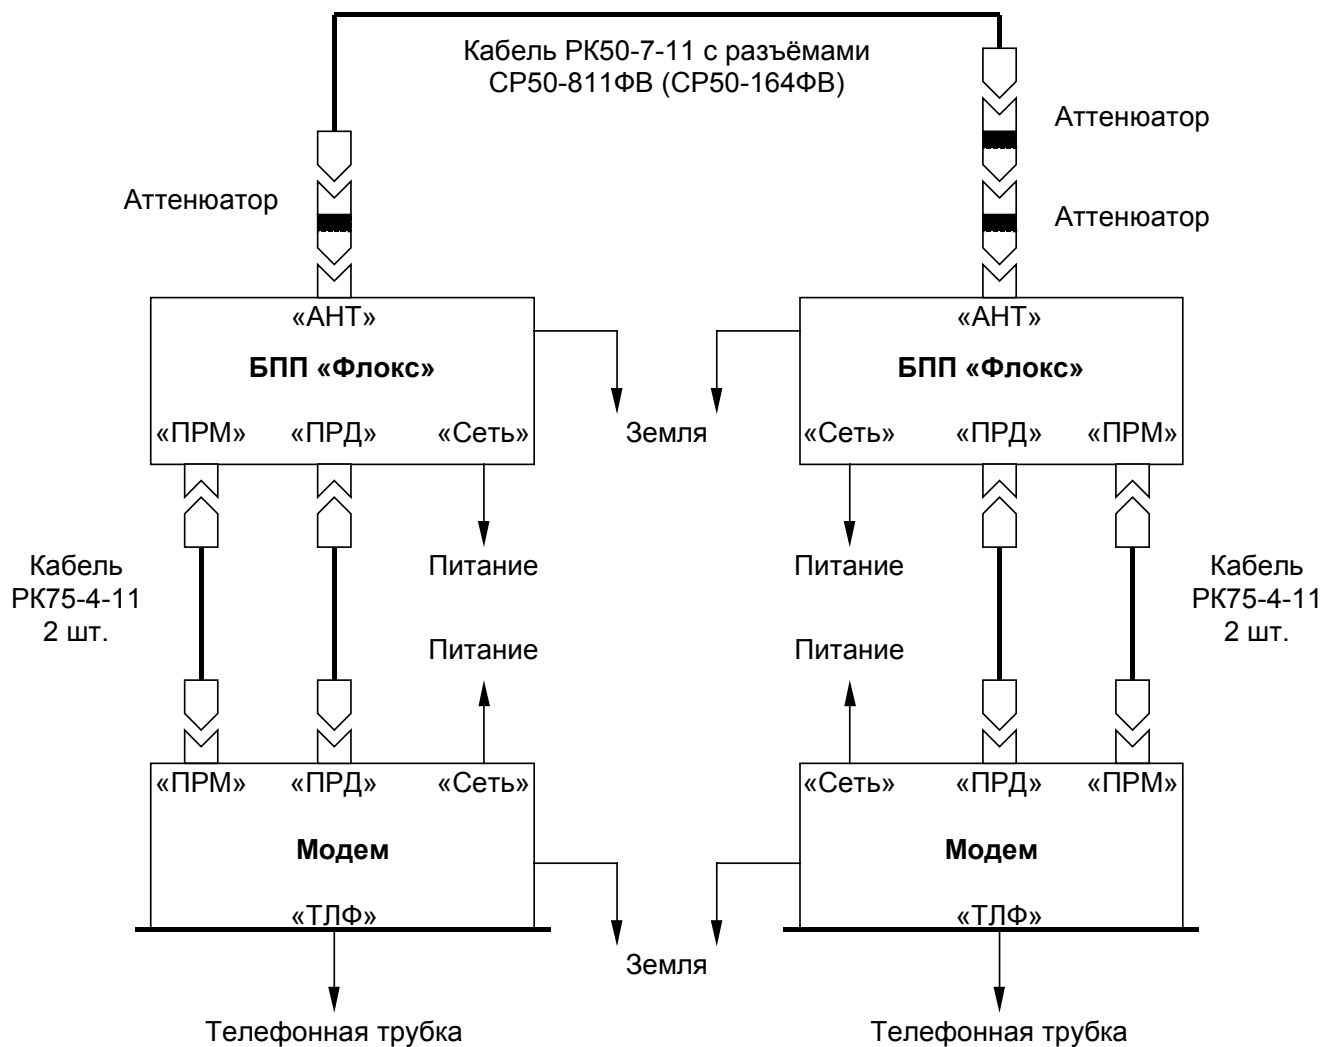

Рис. 1. Схема соединений при проверке комплекта оборудования «Флокс»
- собрать полный пролёт системы приёмо-передачи «Флокс» (рис. 1), для чего необходимо соединить модемы с БПП (здесь и далее с помощью прилагаемых кабелей согласно спецификации), соединить антенные выходы каждого из БПП с аттенюатором или набором аттенюаторов (заказанных дополнительно) и заземлить все блоки, имеющие клемму «земля». Дополнительную информацию, в частности величину аттенюаторов, можно получить у производителя;